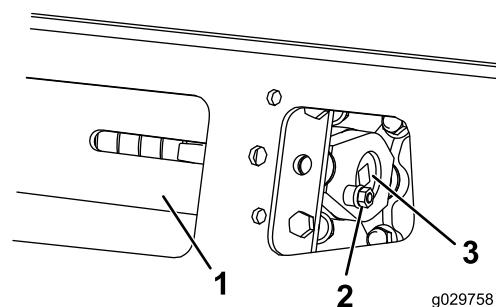
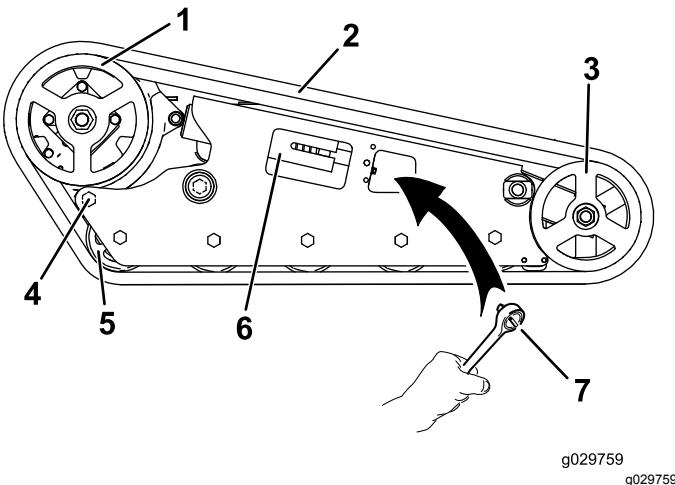

Figura 58
Figura 59
6. Allineate l'intaglio più vicino della vite di tensione al foro del bullone di bloccaggio e fissate la vite con il bullone di bloccaggio e il dado (Figura 58).
4. Togliere il bullone di bloccaggio e il dado (Figura 58).
5. Utilizzando un cricchetto di trasmissione da $\frac{1}{2}$ ", rilasciate la tensione di trasmissione ruotando la vite di tensione in senso orario (Figura 58 e Figura 59).
6. Allentate il bullone posteriore, vicino alla ruota motrice (Figura 59).
8. Dopo avere liberato il cingolo dalla ruota anteriore, toglietelo dalla ruota conduttrice e dalle ruote non motrici (Figura 59).
9. Avvolgete il nuovo cingolo iniziando dalla ruota conduttrice e controllando che i denti del cingolo si alloggino tra i distanziali della ruota stessa (Figura 59).
10. Spingete il cingolo sotto e tra le ruote non motrici (Figura 59).
12. Utilizzando un cricchetto di trasmissione da ½", rigirate la vite di tensione in senso antiorario fino a quando questa non si arresta (Figura 58).
5. Utilizzando un cricchetto di trasmissione da ½", rilasciate la tensione di trasmissione ruotando la vite di tensione in senso orario (Figura 58 e Figura 59).